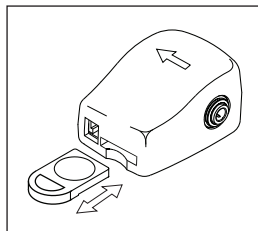

Figura 4
11. Saque el soporte de batería deslizándolo hacia fuera como se muestra en la Figura 4.